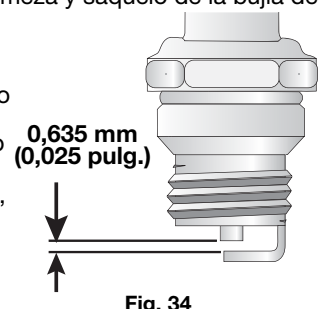

Fig. 34
4. Cambie las bujías que estén rajadas, sucias o deterioradas. Fije la separación de aire a **0,635 mm (0,025 pulgadas)** utilizando un calibrador (Fig. 34).